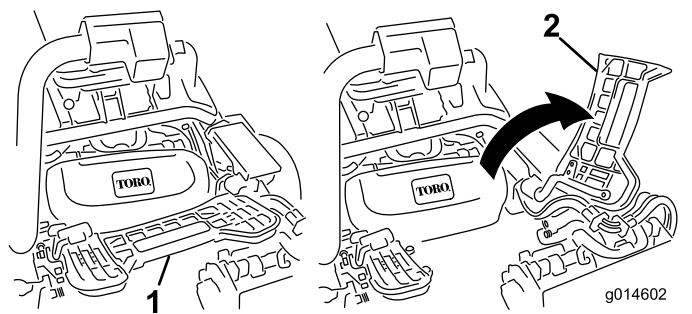

Figura 51
2. Ridicați suportul pentru picioare i balansați-l pentru a-l deschide, permițând accesul la poziția centrală a unității de tăiere (Figura 51).